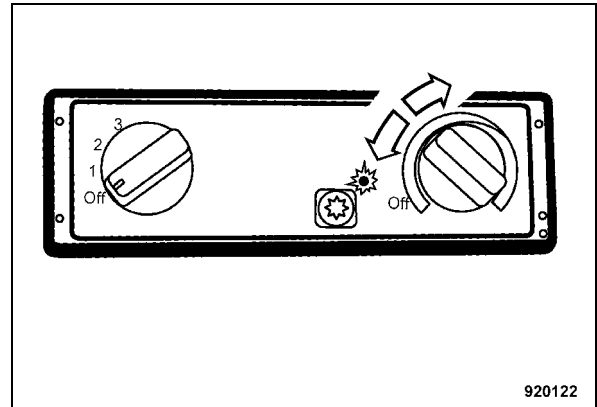

Fig. 119
- Con el interruptor giratorio para la calefacción de la cabina (Fig. 119) elegir una temperatura refrigerante en el campo azul.